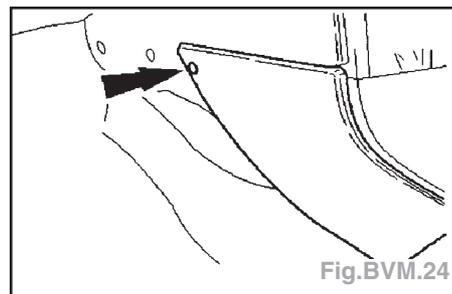

Fig.BVM.24
- Déposer la console centrale des deux côtés (Fig.BVM.24).